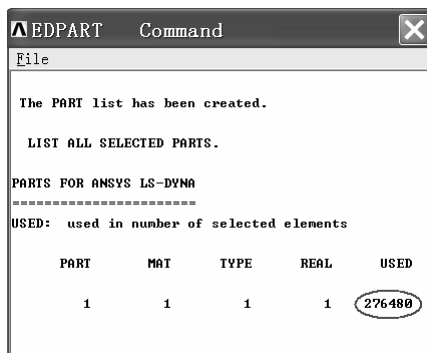

图 10-23 “EDPART Command”窗口
(2) 保持“Parts Data Written for LS-DYNA”窗口的默认设置不变, 单击该窗口中的“OK”按钮, 弹出“EDPART Command”窗口(见图 10-23)。注意: 这个模型用的单元个数为 276480。